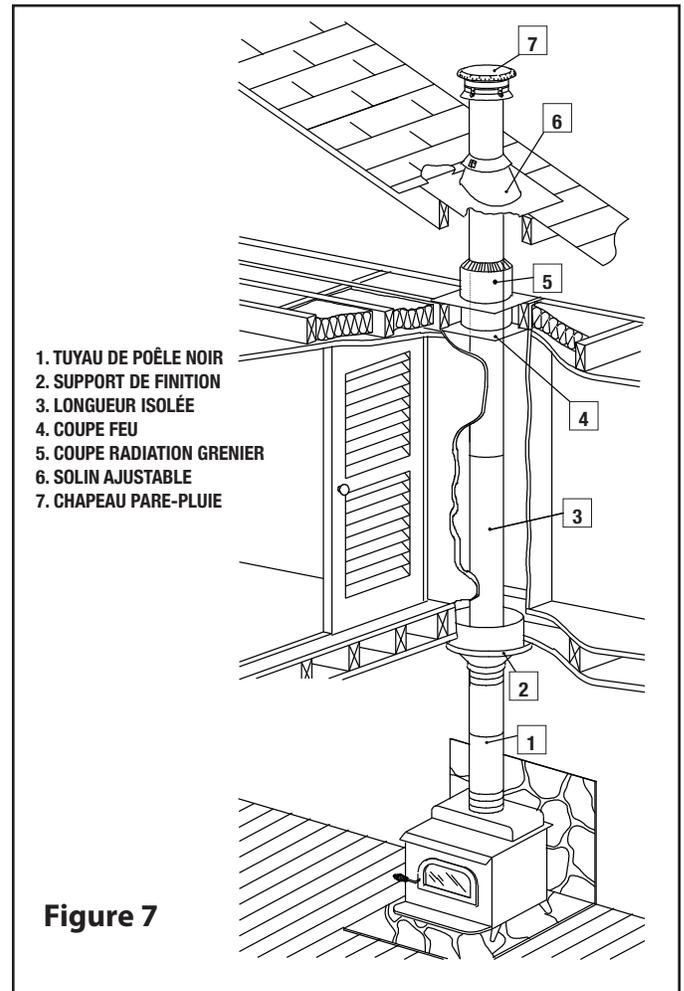

Figure 7
Étape 5 : Installez, par dessous, un coupe-feu (BF) dans chacun des planchers que la cheminée traverse (voir Fig 7).
Étape 7 : Au niveau du grenier, installez un coupe-feu (BF) par dessous et un coupe radiation